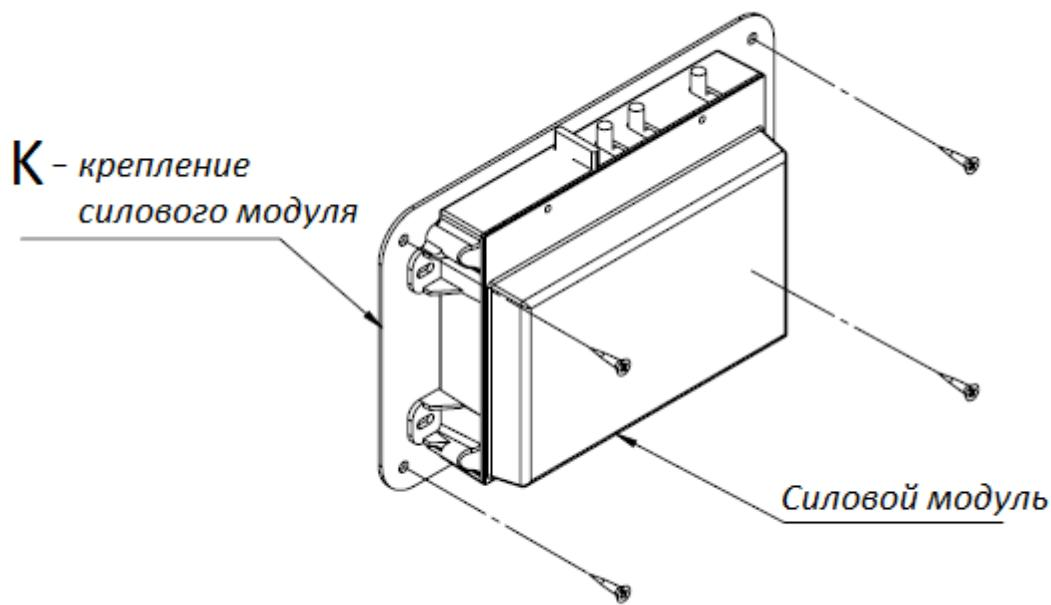

Рис. 34А
23. Крепление силового модуля (К) вместе с прикрученным силовым модулем прикрутить к задней стенке шкафчика. (Рис. 34А).